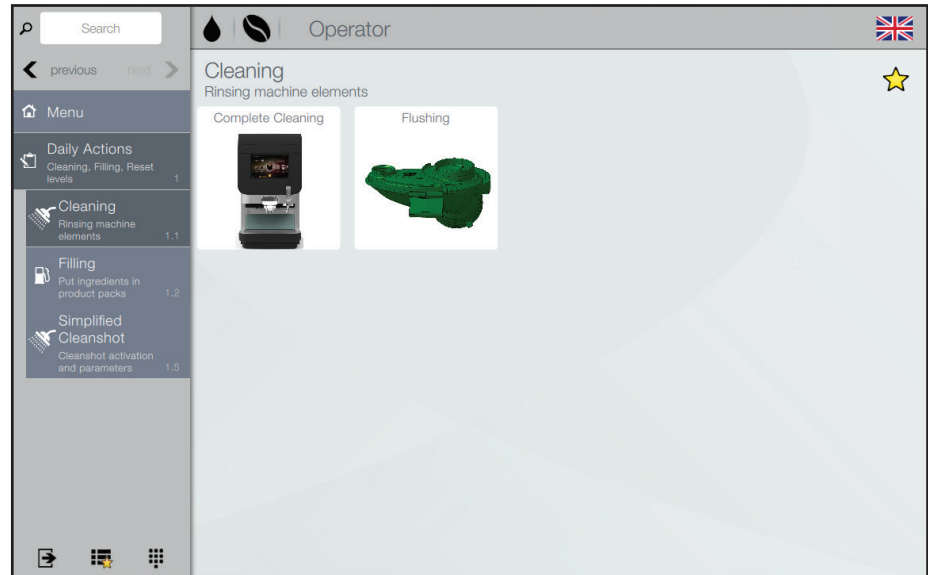

Bild 6.6 - Rengöring
- Följ anvisningarna i avsnittet "Sköljning" och "Komplett rengöring", se kapitlet "Rengöring" (bild 6.6).